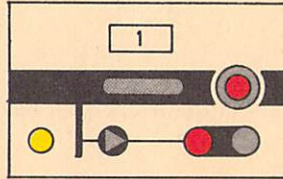

Bild 6
- (7) Ein Selbstblocksignal kann durch Bedienen der Blocksignalensperrtaste und der Signaltaste auf Halt gestellt und in der Haltstellung gesperrt werden; der Sperrmelder leuchtet gelb (vgl. Bild 6).